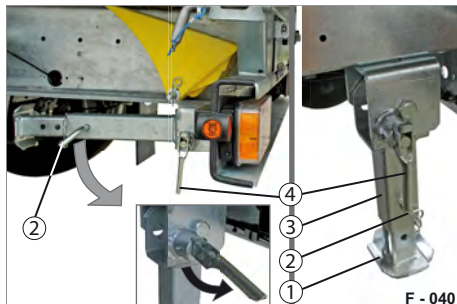

Abb. 63 Klappstütze ausgeklappt
- ▶ Ziehen Sie den Federriegel (Abb. 63/4) in die waagerechte Stellung.
Die Klappstütze (Abb. 63/3) ist entriegelt und klappt aus.
- ▶ Lassen Sie den Federriegel (Abb. 63/4) los.